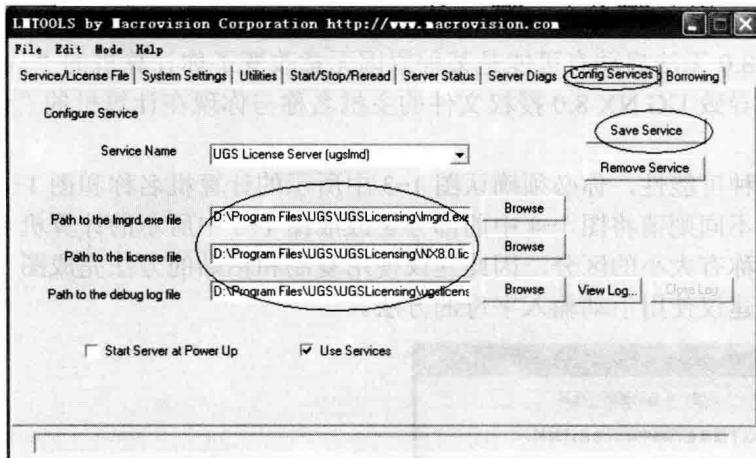
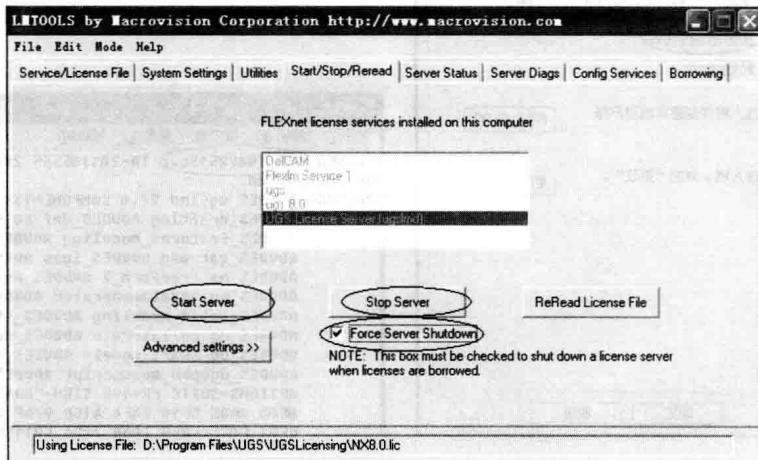

图 1-5
图 1-6
2) UG NX 8.0 无法启动也有可能是计算机中的授权文件没有正常自行启动。为了启动 UG NX 8.0 的授权文件，你需要手动强行启动它。在计算机“开始”的“所有程序”菜单中找到 UGS 许可命令“LMTOOLS”，并单击启动该许可命令，打开授权文件窗口，并单击“Config Services”选项卡，如图 1-5 所示。首先需要确保图中的“Path to the license file”后面对应的授权文件是正确的，如果是正确的话，则可以进行下面的操作。单击“Save Service”按钮，单击“Start/Stop/Reread”选项卡，然后勾选“Force Server Shutdown”复选框，如图 1-6 所示。接着依次单击“Stop Server”和“Start Server”两个按钮，则可手动启动 UG NX 8.0 的授权文件。